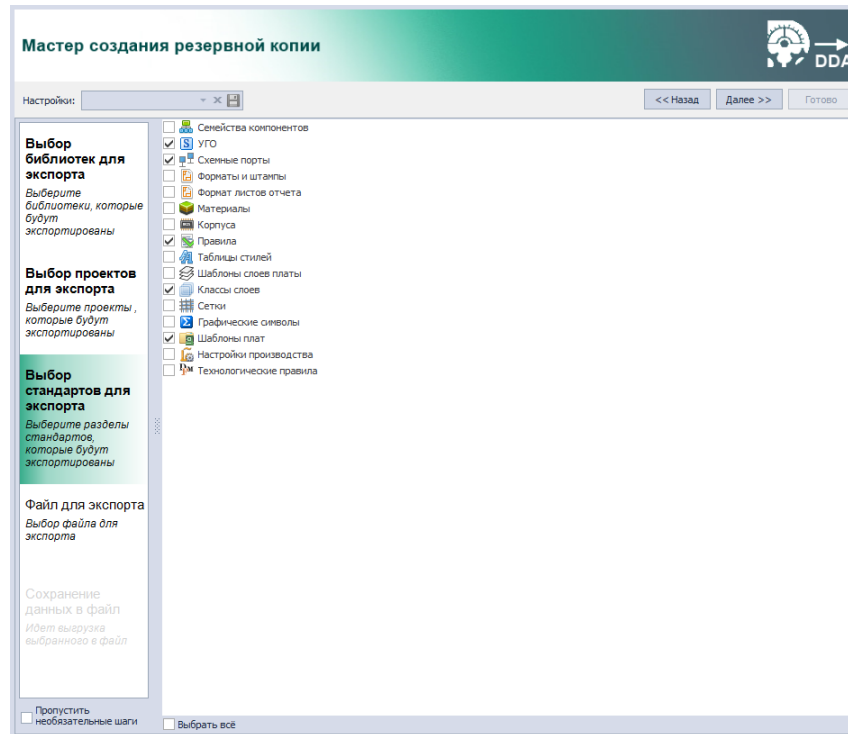

Рис. 74 Выбор групп Стандартов, которые будут добавлены в резервную копию
4. В окне мастера выберите группы Стандартов системы, которые будут добавлены в создаваемую резервную копию, и нажмите кнопку «Далее», см. Рис. 74.